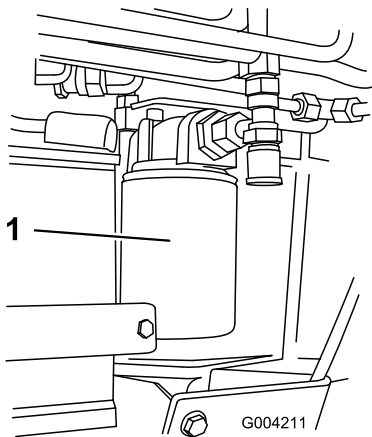

Figura 62
4. Collocate una bacinella di spurgo sotto il filtro (Figura 62).
5. Togliete il filtro usato (Figura 62) e pulite la superficie della guarnizione dell'adattatore del filtro.
7. Montate il filtro idraulico di ricambio sull'adattatore del filtro (Figura 62). Girate il filtro in senso orario finché la guarnizione di gomma non tocca l'adattatore, quindi serrate il filtro di un altro 3/4 di giro.